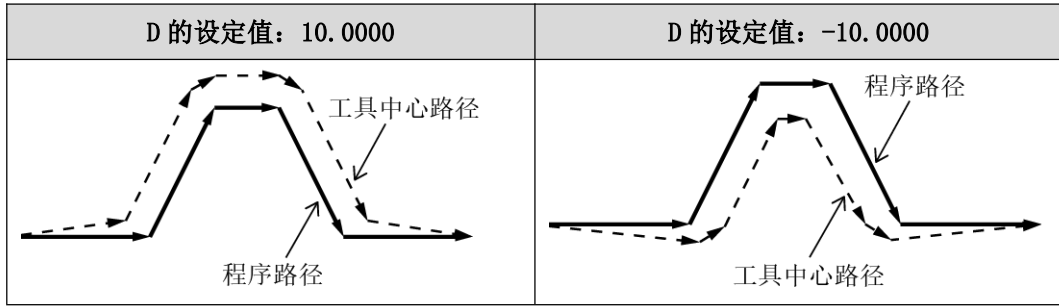

图 9-2 正负补偿值工具半径补偿方向相反
- (4) 只能以 G00 或者 G01 直线方式启动或取消半径补偿功能。
- (5) 关于补偿平面选择，说明如下：
- (6) 关于工具半径补偿值的代码 D，说明如下：
- 补偿值设定为负值时，与补偿值设定为正值时的工具半径补偿方向相反（如图 9-2）。